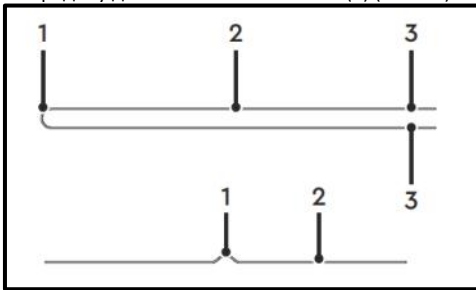

Рис. 11
- Визначте точку середини довжини косильної ліски. Для цього прикладіть кінці (3) косильної ліски (2) один до одного (Рис. 11). Злегка зігніть косильну ліску (2) в місці (1), протилежному від її кінців (Рис. 11). Місце згину (1) буде вказувати на середину довжини косильної ліски (2) (Рис. 11).